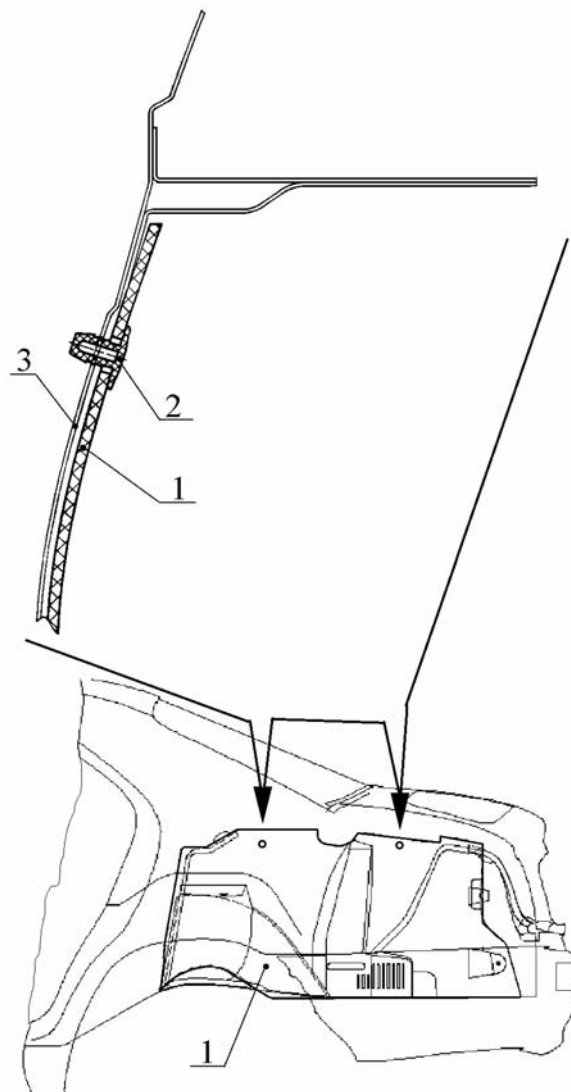

Рис. 34. Снятие обивок боковины багажника:
4.27.2. Снять обивки боковины 1 (рис. 34) багажника правую и левую, сняв четыре пистона 2 фиксации обивки на боковине багажника 3